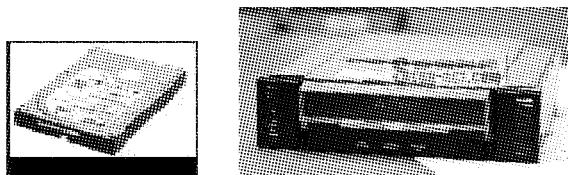

图 3-3 硬磁盘和数据磁带机
- 数字式磁记录设备,如硬磁盘、数据磁带机(见图 3-3)。